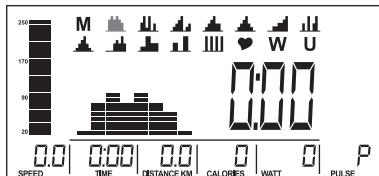
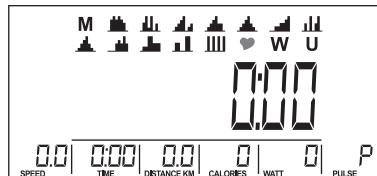
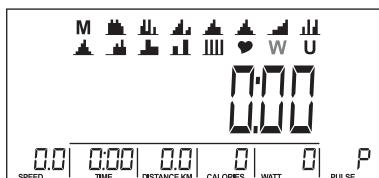
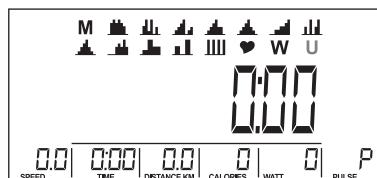

Abb. 5
Abb. 6
Abb. 7
Abb. 8
Verwenden Sie das Datenrad, um das Training auszuwählen: M (Manuell) (Abb. 4) –> P (Programm 1-12) (Abb. 5) –> (♥ HRC) (Abb. 6) –> W (WATTS) (Abb. 7) –> U (Benutzer) (Abb. 8), drücken Sie MODE, um den ausgewählten Modus aufzurufen.
- Wählen Sie mit dem Datenrad die voreingestellten Programme und wählen Sie P01 (Abb. 5), P02, P03, ..., P12. Drücken Sie MODE, um die Auswahl zu bestätigen.